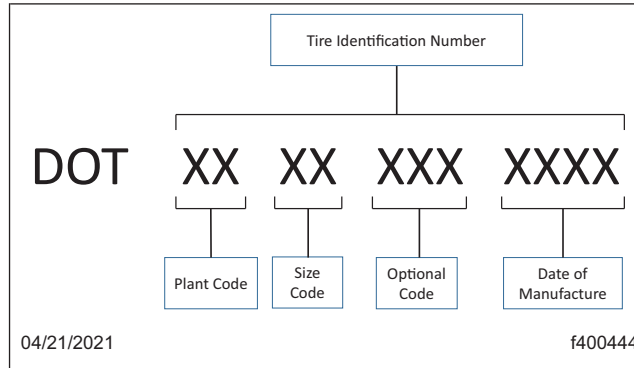

Fig. 8, DOT TIN
1. Repérez le numéro d'identification du pneu (DOT TIN) sur chaque pneu. Reportez-vous à la Figure 6, Figure 7, Figure 8.